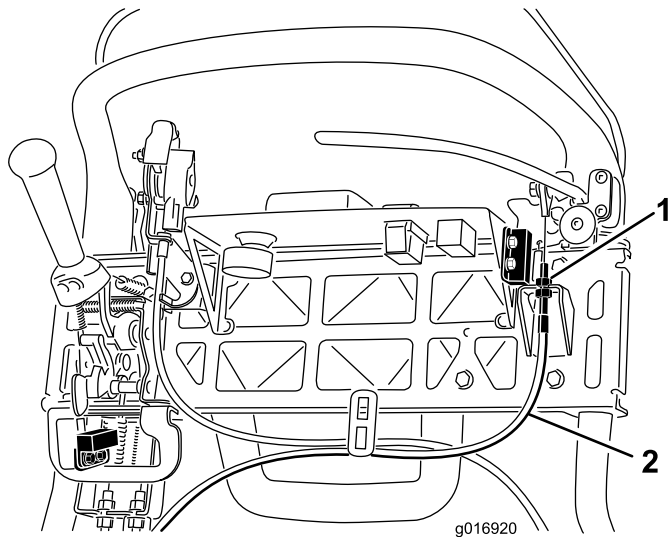

Рисунок 40
3. Для увеличения натяжения тросика ослабляйте верхнюю зажимную гайку тросика и затягивайте нижнюю зажимную гайку тросика (Рисунок 40) до тех пор, пока усилие на рукоятке рычага тормоза, требуемое для отпуска фиксатора стояночного тормоза, не составит 156 Н. Не допускайте чрезмерного натяжения тросика, иначе тормоз может прихватывать.